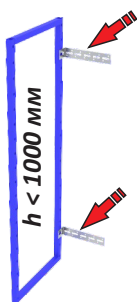

Рис. 3
- Для каждой рамы высотой до 1 м используются **два** уголка для крепления к кузову по высоте. Рис. 3